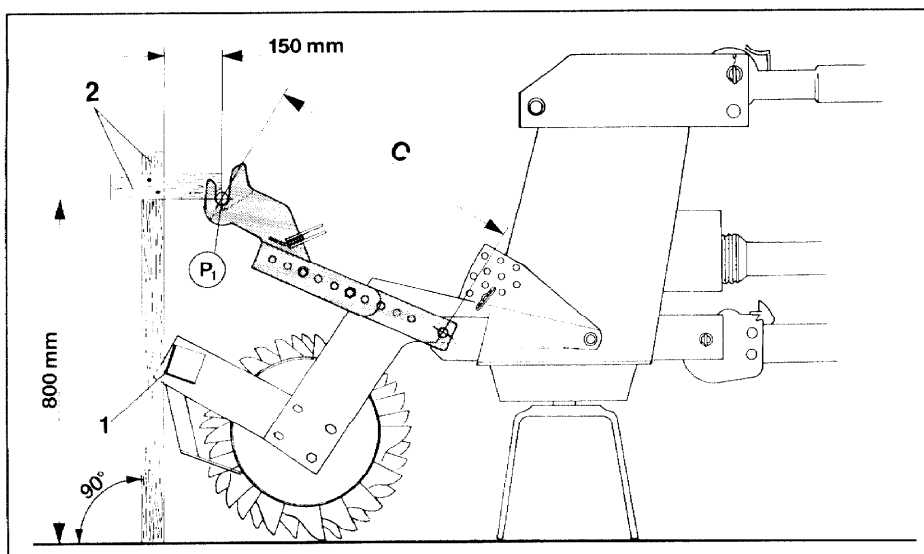

Fig.18
Vinden van de afstand "C" (zie fig. 18):
De maat "C" (fig.18) is de afstand tussen het onderste aanspanpunt van de grondbewerkingsmachine en het theoretische koppelpunt "P1" van de zaaimachine. Derhalve is eerst het theoretische koppelpunt "P1" als volgt vast te stellen:
- Het punt "P1" ligt 800 mm. boven het afstelvlak en 150 mm. voor de achterste buitenkant van het walsframe (fig.18/1).
Dit is de plaats, die het punt "P1" later bij het werken op het land inneemt. Als hulpmiddel voor vinden van punt "P1", kunnen b.v. twee houten latten (fig.18/2) met de aangegeven lengte en een hoek berut worden.